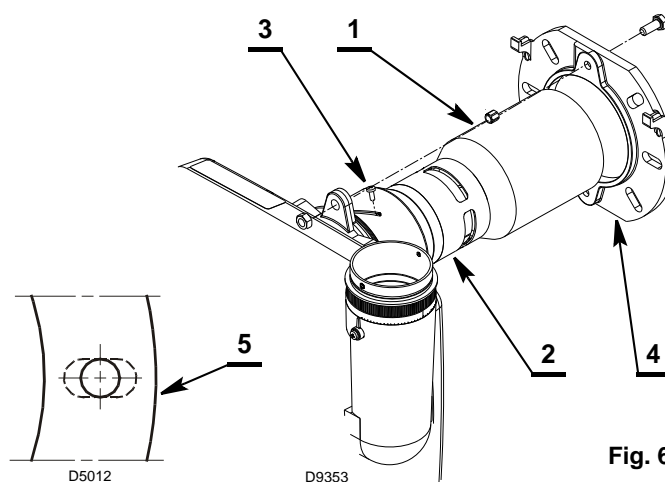

Fig. 6
- Montar el tubo llama 1) (Fig. 6) en el grupo cabezal de combustión 2).
- Introducir en la brida 4) el tornillo y las dos tuercas (Fig. 6).
- Ensanchar, si fuere necesario, los orificios de la protección aislante 5) (Fig. 6), procurando no dañarlo.